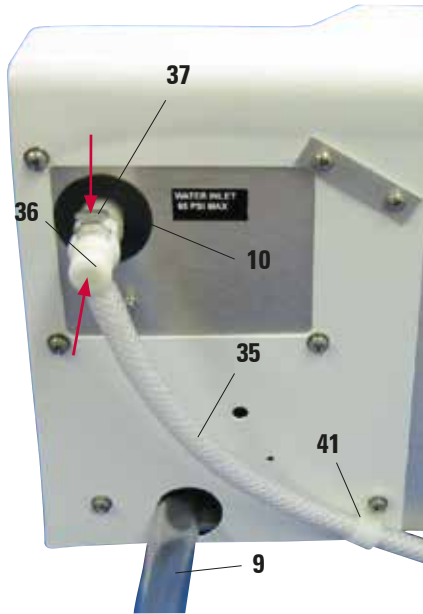

Fig. 21
- Faites passer le tuyau d'écoulement (9) dans un réservoir de collecte ou un bac à déchets. Assurez-vous que le tuyau n'est pas plié et que l'eau s'écoule librement vers le bas.
- Raccorder ensuite l'amenée d'eau (35) à l'automate de coloration.
- Pour ce faire, poussez le connecteur (36) dans l'orifice (10) situé sur l'appareil jusqu'à ce qu'il s'encliquette. Pour détacher le tuyau, appuyez sur la plaque (37) et retirez le connecteur.
- Fixer le tuyau à l'unité à l'aide du collier (37), à l'emplacement indiqué sur la fig. 21.